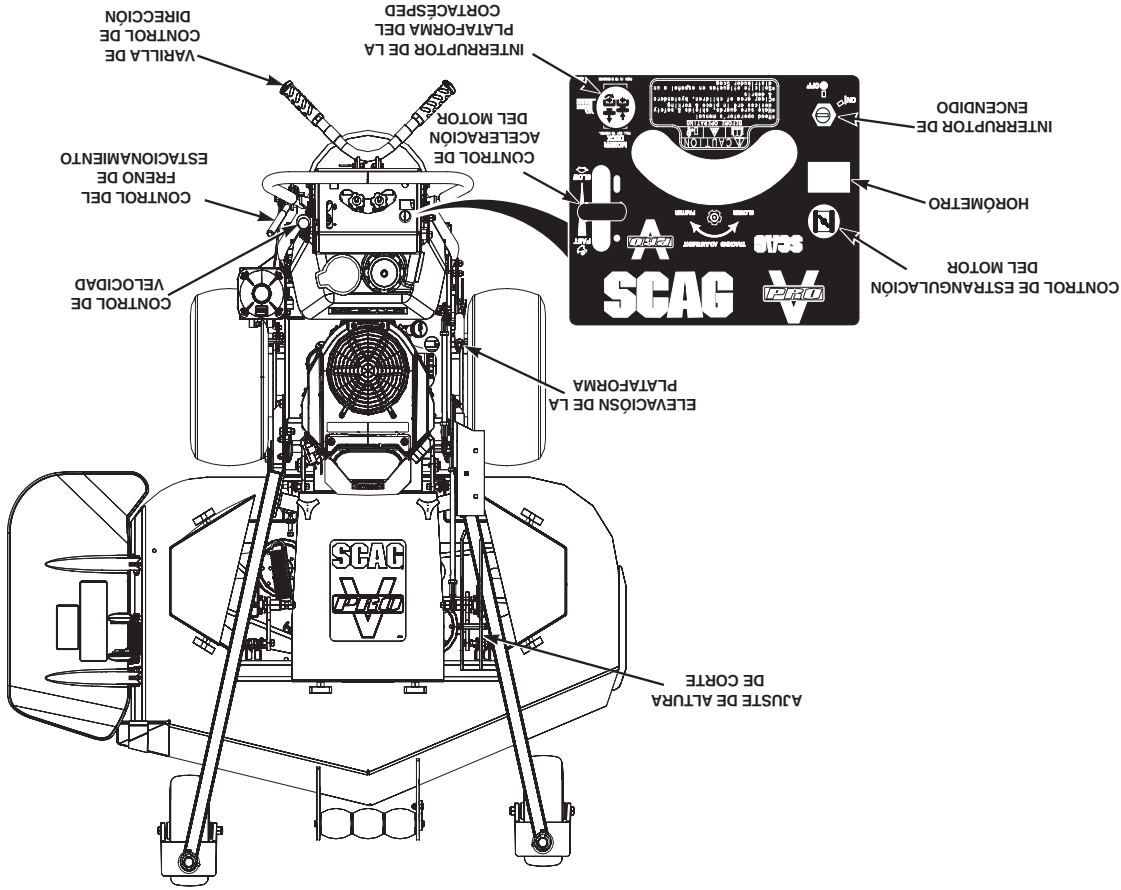

Figura 4-1 Controles
5. **Horómetro (Figura 4-1).** Indica el número de horas que ha operado el motor. Opera cuando el motor está funcionando. Ha fijado los recordatorios para el mantenimiento del motor y los cambios de aceite del sistema hidráulico. El mantenimiento programado empezará a destellar 2 horas antes de la hora establecida y continuará destellando hasta 2 horas después. Reinicia automáticamente.
6. **Control de dirección (Figura 4-1).** Se usa para controlar la dirección de desplazamiento del cortacésped. Vea la Sección 4.5 para mayores detalles sobre los controles de desplazamiento del cortacésped.
7. **Control de velocidad (Figura 4-1).** Se usa para fijar la velocidad máxima del cortacésped hacia ADELANTE. Vea la Sección 4.5 para mayores detalles sobre los controles de desplazamiento del cortacésped.
8. **Control del freno de estacionamiento (Figura 4-1).** Usado para accionar y desconectar los frenos de estacionamiento. Tire de la palanca para accionar los frenos de estacionamiento. Presione la palanca para desconectar los frenos de estacionamiento.
9. **Palanca de elevación de la plataforma (Figura 4-1).** Usada para levantar y bajar la plataforma de corte.
10. **Ajuste de la altura de corte (Figura 4-1).** Usado para poner la plataforma de corte en la altura de corte deseada.
1. **Interrupor de encendido (Figura 4-1).** El interruptor de encendido se usa para arrancar el motor. Los motores de arranque manual tienen dos posiciones; OFF y ON. Los motores de arranque eléctrico tienen tres posiciones; OFF, ON y START.
2. **Interrupor de la plataforma del cortacésped (Figura 4-1).** Usado para accionar y desconectar el sistema de transmisión del cortacésped. Tire del interruptor para accionar la transmisión de plataforma. Presione el interruptor para desconectar la transmisión de plataforma.
3. **Control de estrangulación del motor (Figura 4-1).** Usado para arrancar un motor frío.
4. **Control de aceleración del motor (Figura 4-1).** Usado para controlar la velocidad de motor. Presionando la palanca hacia abajo aumenta la velocidad del motor. Tirando de la palanca hacia atrás disminuye la velocidad del motor. La posición completamente hacia atrás es la posición de MARCHA EN VACÍO. La posición de corte es la de más adelante.